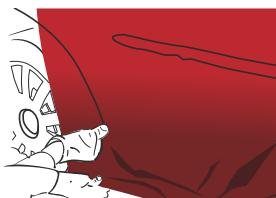

Figure 11
- › Appliquer le relief avec le doigt ou la raclette plastique recouverte de feutrine. (FIG. 11)